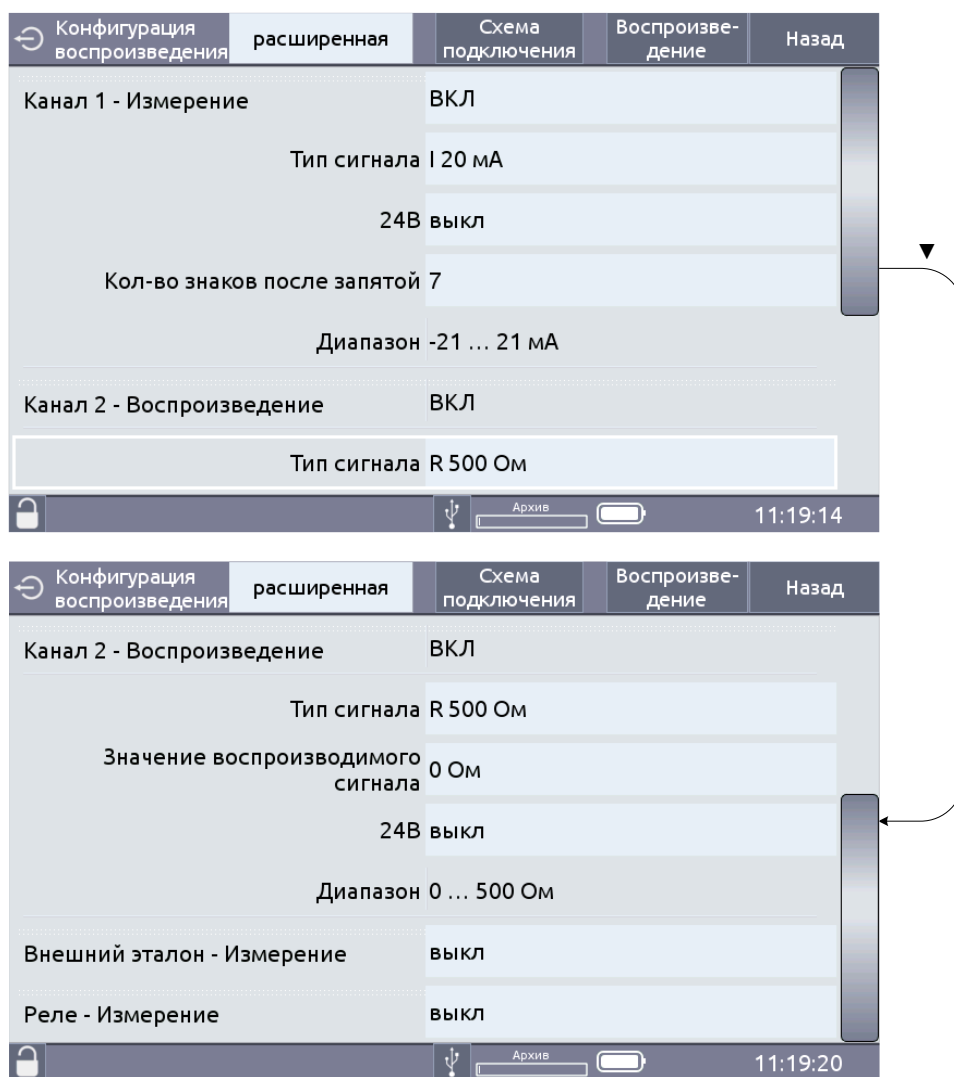

Рисунок 2.22
- «расширенный» (см. рисунок 2.22).